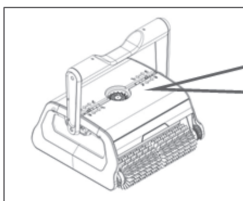

Abbildung 1
- Schieben Sie an der oberen Abdeckung die Clips in die Position zum Öffnen der Abdeckung (siehe Abbildung 1)